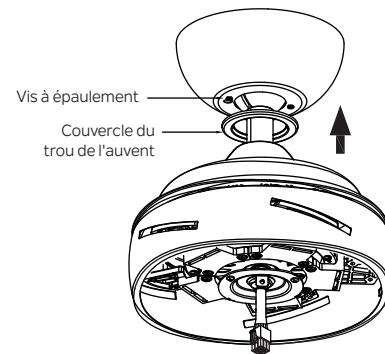

Fig. 15
Étape 2. Fixez et serrez solidement le couvercle du trou de l'auvent sur les vis à épaulement du support de montage en utilisant la fonction de verrouillage par rotation de la rainure de clé. (Fig. 15)